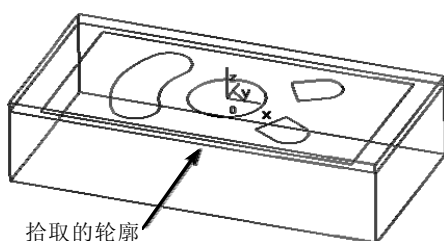

图 2-46 拾取的轮廓
1) 完成加工参数设置后，单击“确定”按钮，系统在界面的左下方提示“拾取轮廓”，拾取的外面加工对象如图 2-46 所示，并选择串联方向，系统又提示“拾取岛屿”，直接单击鼠标右键即可。